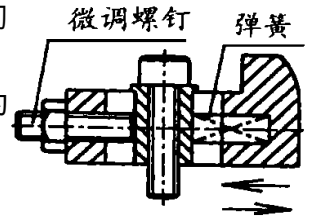

图2 活动定位板
(1) 定位销在工件内孔定位, 能准确定位。
(2) 固定挡料销沿工件或毛坯的外形定位, 适合于外形尺寸准确的冲压件。
(3) 活动挡料销沿毛坯四周定位, 适合毛坯尺寸误差不大, 定位不要求很准确时。
(4) 两边用固定挡料销或固定定位板, 另外两边用活动定位板(图 2), 适合毛坯尺寸误差较大时。